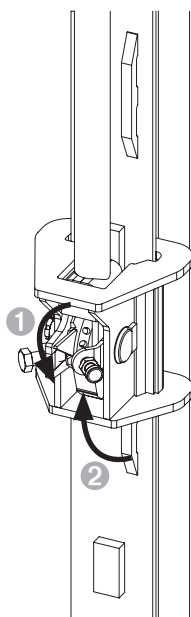

Fig. C6.08
1. Impostare le unità di commutazione in tutte le teste di ripresa su "Movimentare la piattaforma". (Fig. C6.08)
4. Avvitare 1 volta la piattaforma finale verticale 500 ACS (9) sulla trave per piattaforma di ripresa ACS (5) utilizzando i materiali di montaggio forniti.
5. Avvitare il montante parapetto della piattaforma finale ACS I = 2,51 m (11) e il montante braccio a sbalzo della piattaforma finale ACS I = 2,61 m (10) alla trave per piattaforma di ripresa ACS (5) con i materiali di montaggio forniti.